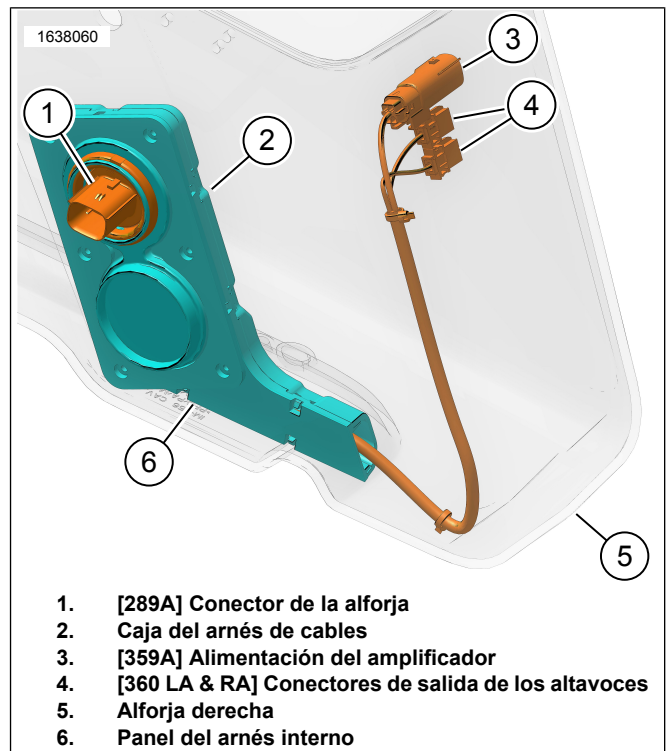
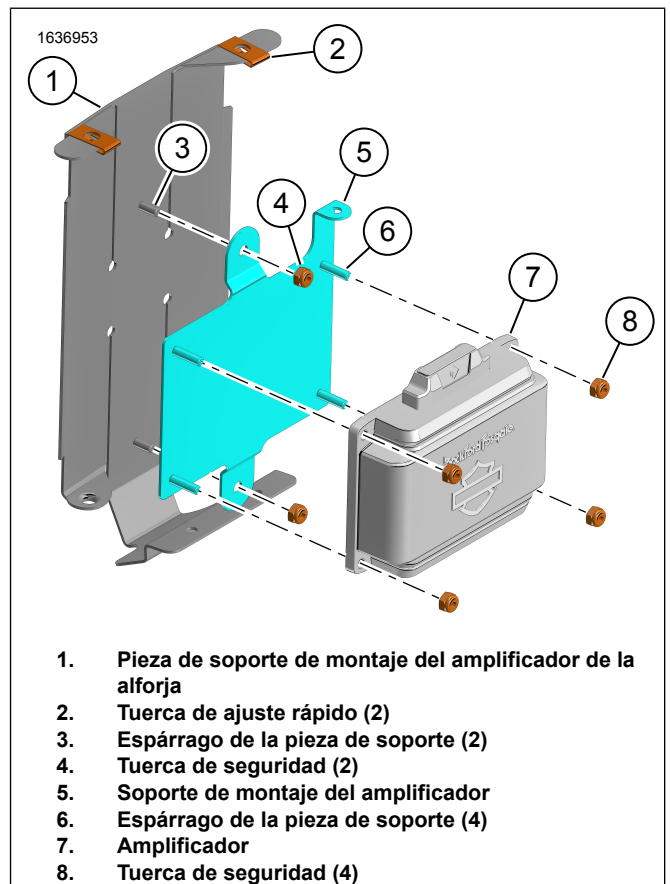
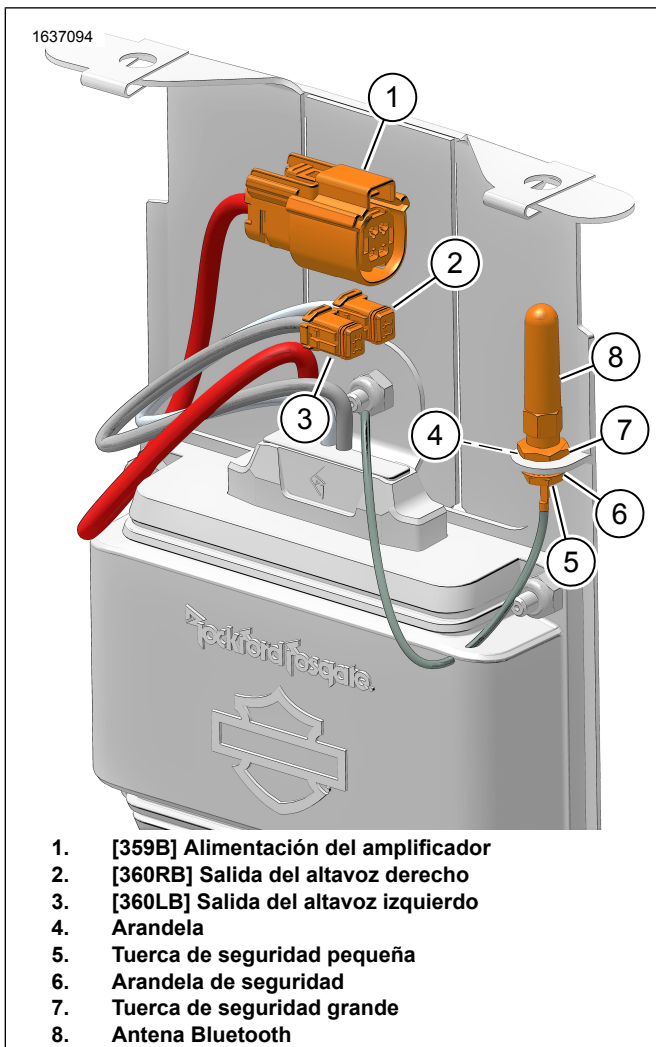

Figura 8. Arnés de cables internos 69202871
Figura 9. Pieza de soporte de montaje del amplificador
Figura 10. Conjunto del amplificador
8. Figura 8 Instale el arnés de cables internos como se muestra.
- a. Instale la cubierta del arnés de cables (2).
9. Figura 10 Monte la antena.
- a. Instale la arandela de bloqueo pequeña (5) y la arandela de bloqueo (4) en la base de la antena.
- c. Instale la arandela (4) y la tuerca de seguridad grande (7). Apriete el conjunto.
10. Figura 9 Monte la pieza de soporte de montaje del amplificador.
- a. Instale las tuercas de ajuste rápido (2).
- b. Instale el soporte de montaje del amplificador (5) en el espárrago de la pieza de soporte (3).
- c. Instale la tuerca de seguridad (4). Ajuste.
- d. Instale el amplificador (7).
- e. Instale la tuerca de seguridad (4). Ajuste.
14. Vea la Figura 8 y la Figura 10 . Conecte el arnés de cables internos al conjunto del amplificador.
15. Vea la Figura 10. Conecte los cables de los altavoces derechos al conjunto del amplificador.
Vea la Figura 8 y la Figura 10 . Conecte el arnés de cables internos al conjunto del amplificador.